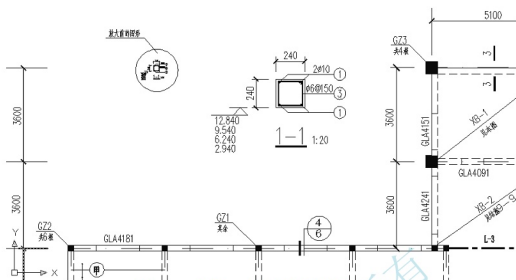

图 5.60 将“1-1 断面图”图块放大 5 倍
(3) 将“1—1 断面图”图块放大 5 倍。
① 启动【缩放】命令(快捷键 SC)。
② 在【选择对象】提示下,选择“1—1 断面图”图块。
③ 在【指定基点或[位移(D)]<位移>】提示下,选择“1—1 断面图”图块的左下角作为放大图像的基点。
④ 在【指定比例因子或[复制(C)/参照(R)]<1.0000>】提示下,输入“5”后按 Enter 键,表示将图形放大 5 倍,结果如图 5.60 所示。
在图 5.60 中，特意保留了放大前的图形，经对比可知，右侧的梁断面图为放大后的“1-1 断面图”的图形。这里需要进行下列计算。
(1) 在模型空间内是按照主图（1:100 标准层结构平面图）的比例打印出图的，打印时图纸上的所有图形均缩小到原来的 1/100，所以需要将 1:20 的“1-1 断面图”再放大 $100/20=5$ 倍。
(3) 将“1-1 断面图”放大 $100/20=5$ 倍后，梁断面的高度和宽度尺寸变成 1200mm，观察图 5.60，标注的梁宽和梁高仍然为 240mm，这是由于“1-1 断面图”被做成了图块，组成“1-1 断面图”的众多图元变成一个图元，【缩放】命令只是将这个图元放大，而组成这个图元的内部众多图元被锁定，所以图形变大了而尺寸标注值并未随之改变。
(1) 在 1:20 的“1-1 断面图”中，文字“2Φ10”和尺寸标注值的高度均为 $3.5 \times 20 = 70\text{mm}$ ，标高符号三角形的高度为 $3 \times 20 = 60\text{mm}$ ，将图块放大 5 倍后，文字“2Φ10”和尺寸标注值的高度均变为 $70 \times 5 = 350\text{mm}$ ，标高符号三角形的高度变为 $60 \times 5 = 300\text{mm}$ 。
(2) 主图的出图比例为 1:100，图中文字高度为 $3.5 \times 100 = 350\text{mm}$ ，标高符号三角形的高度变为 $3 \times 100 = 300\text{mm}$ 。
(3) 观察图 5.60，对比可知主图和放大后“1-1 断面图”图块内的文字高度是相同的。打印缩小到原来的 1/100 后，1:100 的主图和 1:20 的“1-1 断面图”图块内文字